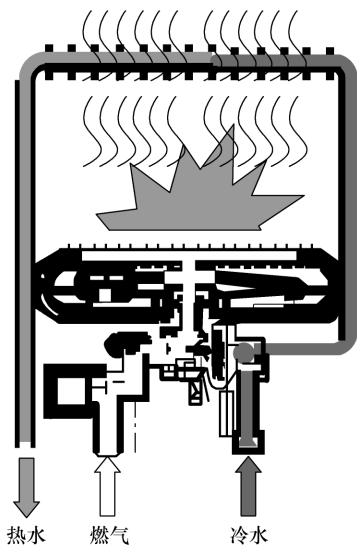

图 3-9 换热
5) 换热: 燃烧室燃气燃烧生成的高温烟气流经吸热片, 把流过的冷水加热, 生成热水, 如图 3-9 所示。